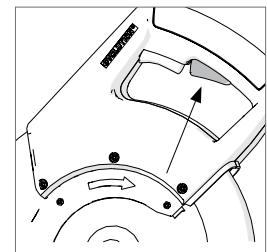

図24
- ブレードの回転速度が安定したら、トリガースイッチ下側にあるセーフティ解除スイッチを押して解除し、静かにハンドルを押し下げて切断を開始します。(図24)